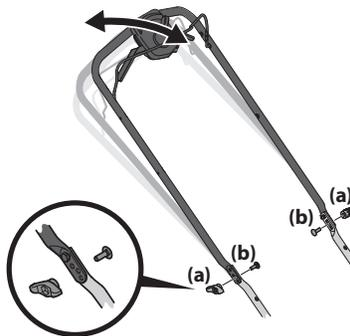

Figure 2-11
1. Retirez les écrous papillon (a) et les boulons de carrosserie (b) du guidon. Voir Figure 2-11.
2. Ajustez le guidon dans l'une des trois positions. Voir l'encadré Figure 2-11.